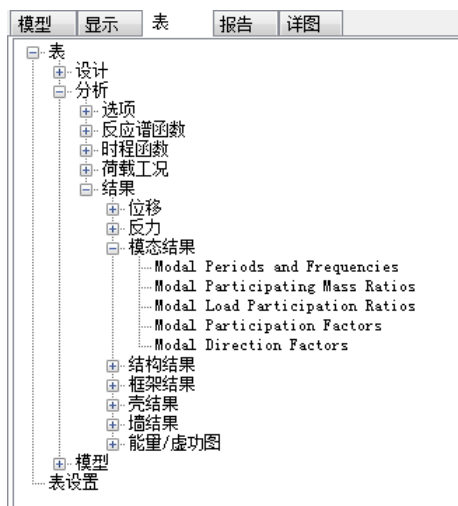

图 7-6 结构各阶周期频率表格
2. 依此点击**分析、结果、模态结果**旁边的+号, 展开树形菜单, 显示如图 7-6 所示。